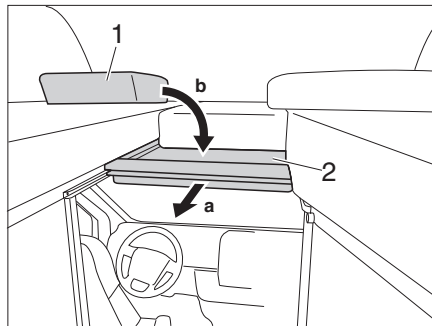

Fig. 55 Separación de la cabina del conductor
- Desplazar con el tirador la base de cama (Fig. 55,2) hacia delante.
- Poner el cojín (Fig. 55,1) en la base de cama.
- Poner el cojín (Fig. 55,1) al lado
- Empujar la base de cama (Fig. 55,2) hacia atrás.